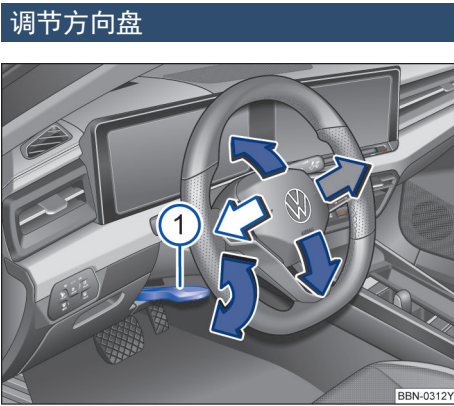

图 68 调节方向盘位置
- 将图示操纵杆→图 68①向下翻转。
- 将操作杆①用力向上推，直至锁止位置→▲。